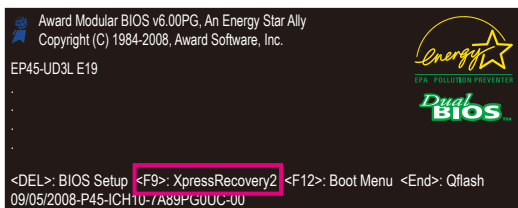

Figura 9
2. Depois de utilizar a função de backup no Xpress Recovery2 pela primeira vez, Xpress Recovery2 ficará permanentemente em seu disco rígido. Se quiser entrar mais tarde no Xpress Recovery2, simplesmente pressione <F9> durante o POST (Figura 9).